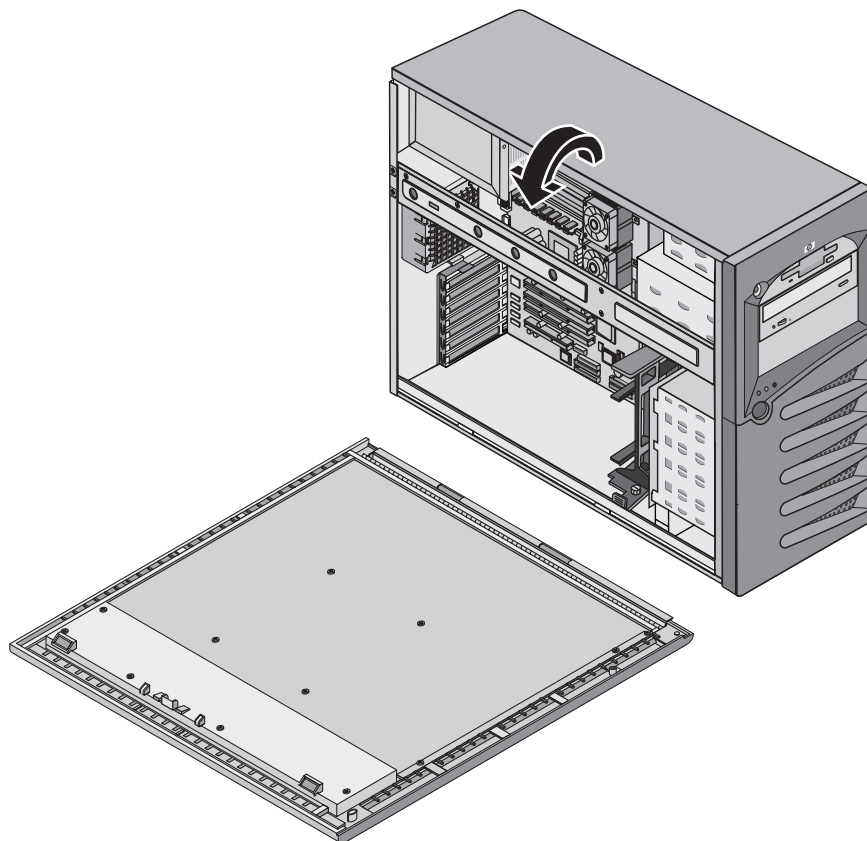

Figura 2-4. Pannello laterale (aperto)
- I moduli della scheda di sistema, l'alimentazione, il gruppo ventola e le schede PCI sono accessibili dal pannello laterale. Fare riferimento alla figura 2-4.
3. Sollevare il gancetto e aprire il pannello. Fare riferimento alla figura 2-4.